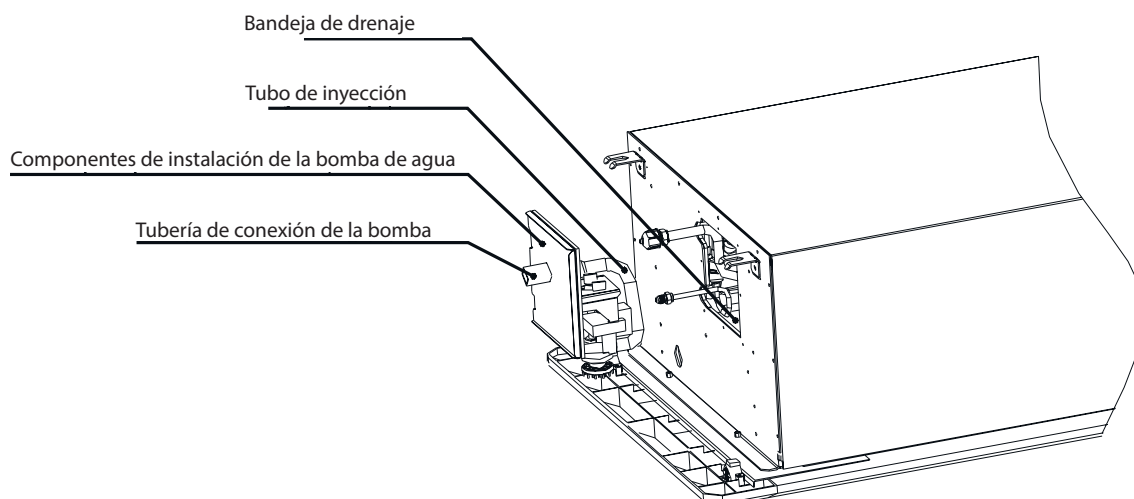

Figura 4.4
1) Retire la tapa de prueba de agua e inyecte aproximadamente 2,000 ml de agua en la bandeja de drenaje a través del tubo de inyección (ver Figura 4.4).